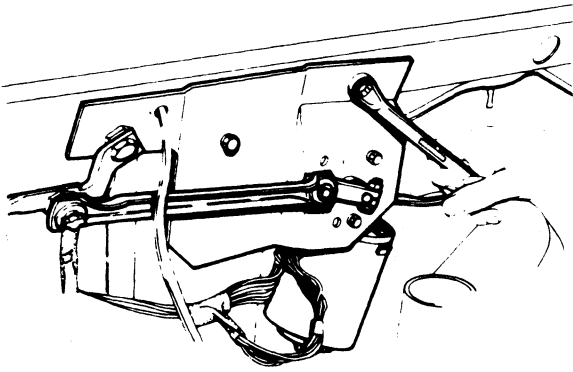

Fig. 6
- Maak de vier bouten los van de motorsteun (Fig. 6). Als nu het slangetje van de ruitesproeierinstallatie wordt losgetrokken bij het T-stuk, kan het ruitewissermechanisme uitgenomen worden.